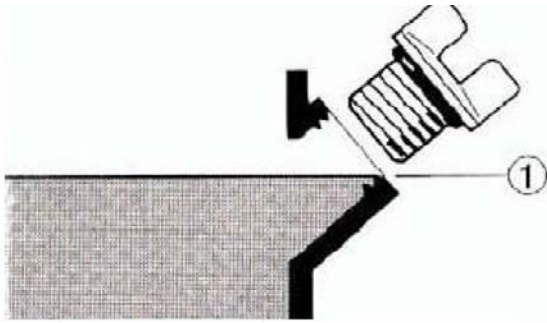

Fig. 11: Comprobación del nivel de aceite
Paso 3: Espere hasta que el aceite haya entrado completamente en el recipiente y el nivel se haya ajustado. A continuación, compruebe que el nivel de aceite sea el correcto (1, Fig. 11).